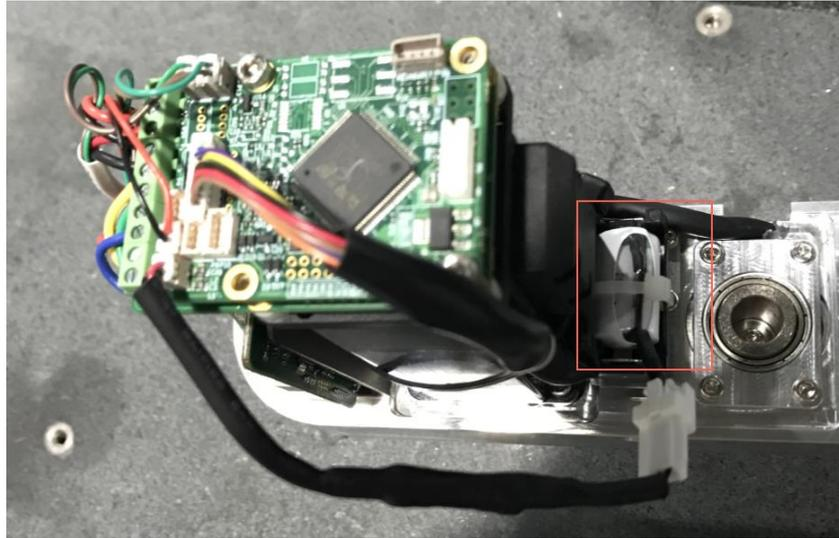

图 7.14 电池放入电池盒
**步骤 8** 将备用电池按图 7.14放入电池盒并用扎带固定，并用剪钳剪断多余的扎带。